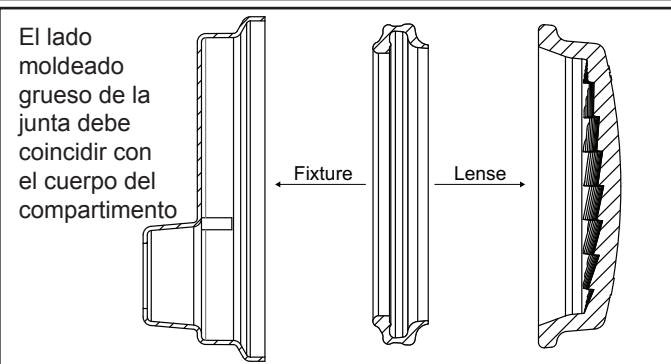

Figura 10. Plano transversal de la luz LED Jandy Pro Series WaterColors
2. Mientras sostiene el conjunto de la luz hacia arriba, coloque el lente de vidrio con la empaquetadura encima de la luz. Tenga en cuenta que la empaquetadura del lente no tiene forma simétrica. Por eso, se debe instalar correctamente de manera que el lente quede sellado en el compartimento de la luz. Coloque la junta en el lente con la orientación que se muestra en la Figura 10. En la luz pequeña, reemplace el lente divergente introduciendo las pestañas entre el lente y la junta.